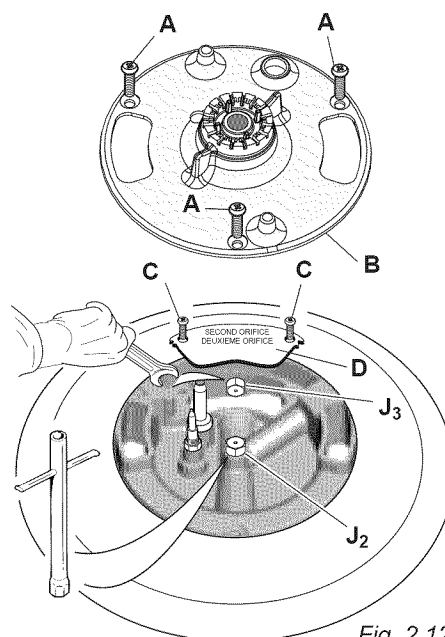

Fig. 2.12
(*) couronne intérieure (“J₂” dans la figure 2.12)
(**) couronne extérieure (“J₃” dans la figure 2.12)
- Seulement pour le brûleur double (fig. 2.12): Dévissez les trois vis "A" et enlevez le diffuseur de flammes intérieures "B"; ensuite dévissez les deux vis "C" et enlevez la plaquette de recouvrement "D".
- Seulement pour le brûleur double (fig. 2.12): Remontez la plaquette de recouvrement "D" et vissez les deux vis "C"; ensuite remontez le diffuseur de flammes intérieures "B" et vissez les trois vis "A".